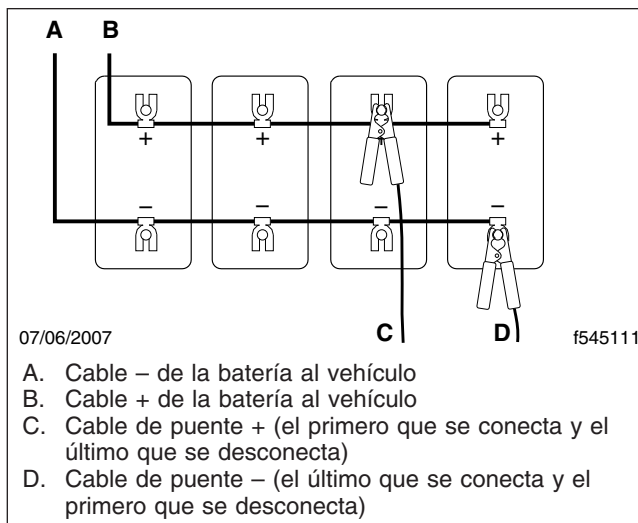

Figura 24.2, Conexiones de los cables de puente
3. Conecte el cable del puente positivo (+) al borne positivo de la batería del New Cascadia que necesita un arranque mediante puentes; a continuación, conecte el otro extremo del cable al terminal (o al borne para puente) positivo de la batería del vehículo que suministra el puente. Vea la **Figura 24.2**.